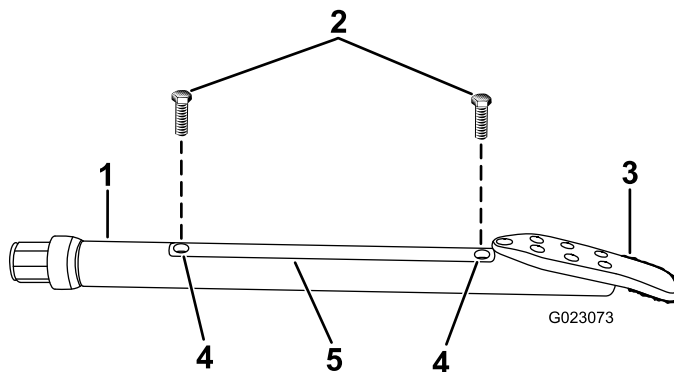

Figura 75
2. Afloje los tornillos que sujetan la tapa al portasonda, y retire la tapa (Figura 75).
- Instale la tapa del portasonda y sujétela con los tornillos (Figura 75).